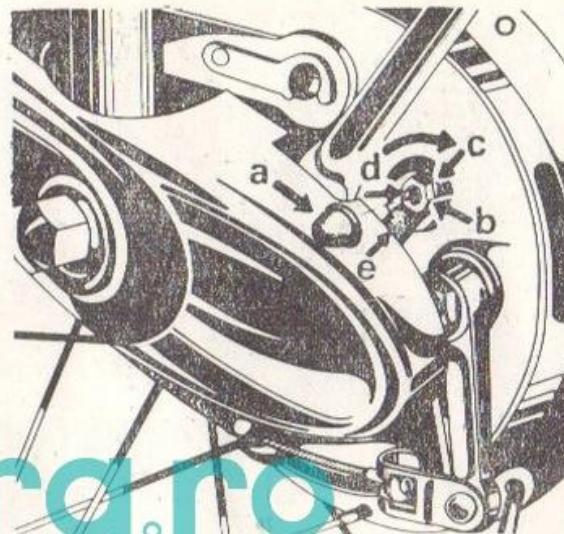

Fig. 32.
3. Dacă nu puteți obține cursele libere prescrise mai sus, modificați poziția pîrghiilor de frînă de la roți (fig. 31 și fig. 32), prin montarea pe ax
2. Îndepărtați căpăcelul „a” și piulița „b” din fig. 32.
4. Rotiți șurubul „d” în sensul indicat în fig. 32 pînă cînd se aprinde lampa de semnalizare a frînării.